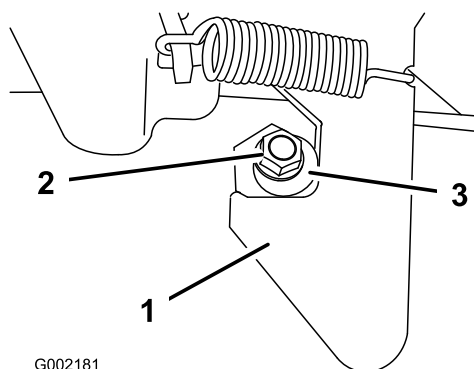

Figura 19
1. Allentate il dado sull'estremità della colonnetta di ancoraggio (Figura 19).
2. Girate la colonnetta di ancoraggio in senso orario finché non si trova saldamente contro il dispositivo di chiusura, quindi serrate il dado (Figura 19).